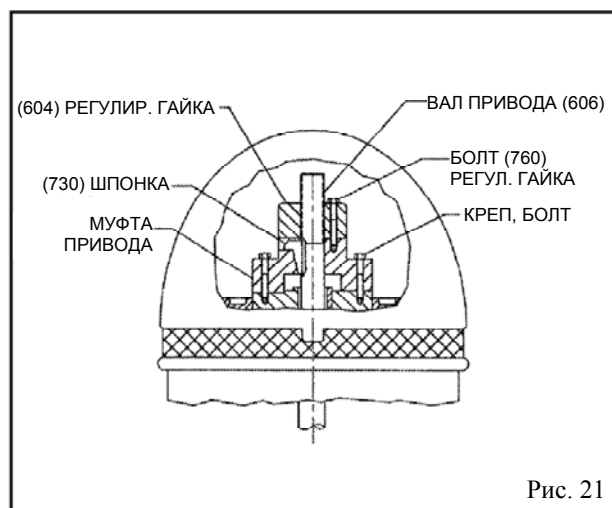

Рис. 21
7. Приводной механизм всех приводов с полыми валами представлен на рис. 21. Вал привода (606) соединяется с полым валом (или редуктором) и закрепляется на месте регулировочной гайкой (604), которая не только предохраняет его от статической и гидравлической тяги рабочего колеса и вала, но также обеспечивает регулировку зазоров крыльчатки.
8. После того как привод и/или редуктор был опущен и сориентирован, как указано выше, снимите муфту привода и закрепите болтами, как показано на рис. 21.
9. Слегка закрутите регулировочную гайку (604) на конце вала привода (606). Зачистите и закрепите проволоку ниже гайки. Опустите вал сквозь полый вал. Проверьте концы вала на предмет отсутствия грязи или заусенцев. Поднимите узел вала / регулировочной гайки, что освободит пространство для монтажа твердого фланцевого соединения.